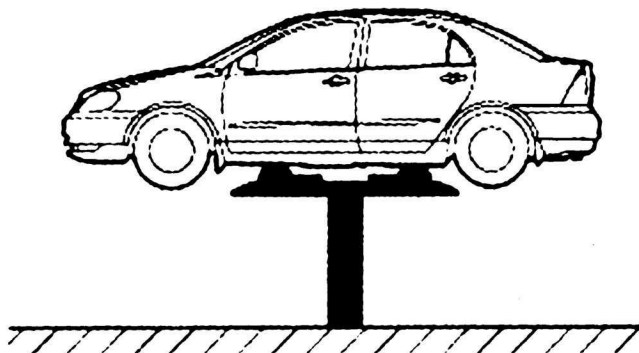

图 1-2-4 工位四
(4) 工位四 (举升机升至中位): 环绕车辆进行操作, 主要检查车轮和制动器, 如图 1-2-4 所示。